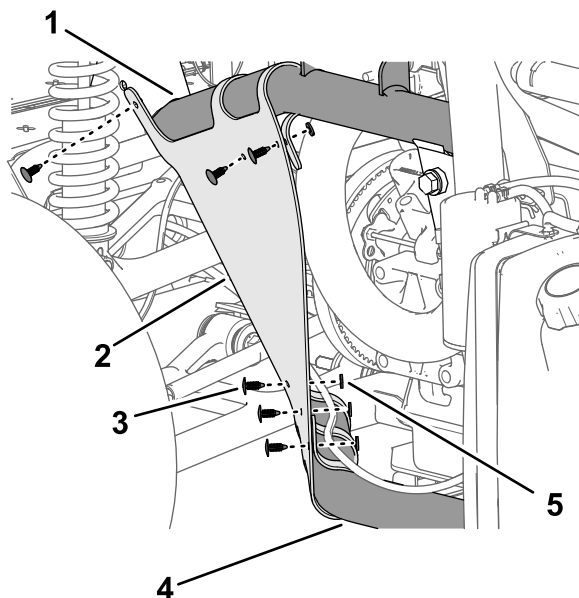

Рисунок 243
2. Прикрепите внутренний кожух крыла к трубам рамы с помощью 6 вставных держателей (Рисунок 243).
3. Совместите отверстия в крыле с отверстиями в раме машины, как показано на Рисунок 243.